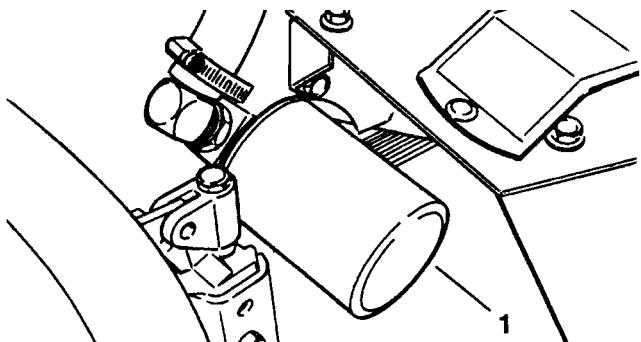

図30
2. フィルタのみの交換であれば、キャップをはずし、タンクプラグ(図30)を差し込みます。